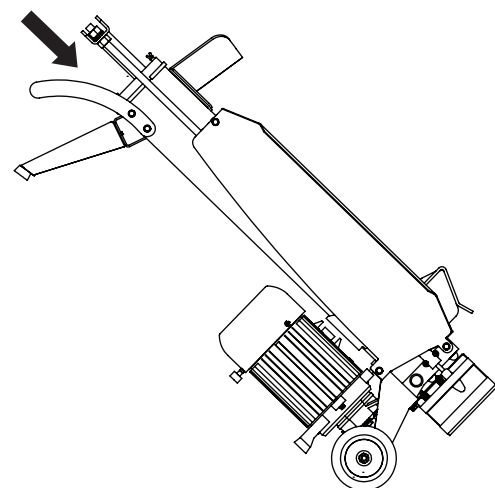

Figure 11
4. Retournez la fendeuse du côté moteur. **(VOIR FIGURE 11)**